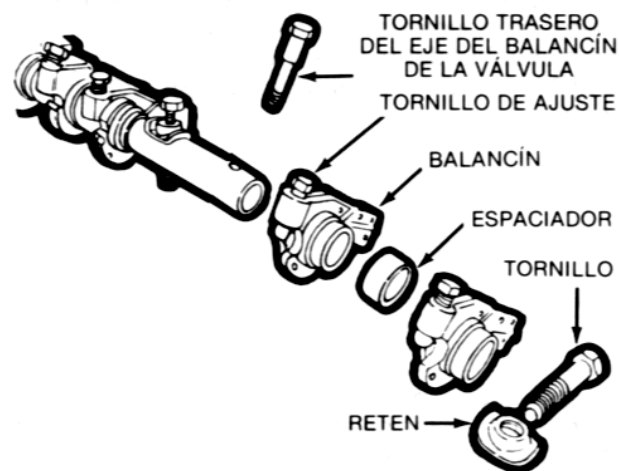

Fig. 3.26 Revisión de los ejes de los balancines
16. Revise los ejes de los balancines: Saque los balancines, los resortes y las arandelas de los ejes de los balancines (Ver Fig. 3.26). Revise los balancines por picadura o desgaste en el punto de contacto con la válvula, o por desgaste excesivo del buje. Los bujes solo se necesitan cambiar si su desgaste es excesivo, porque el balancín normalmente hace contacto con el eje en un punto solamente. Esmerile el punto de contacto del balancín en caso necesario, quitando el mínimo posible de material. Si tiene que quitar mucho material para alisar y escuadrar el balancín, mejor cámbielo.